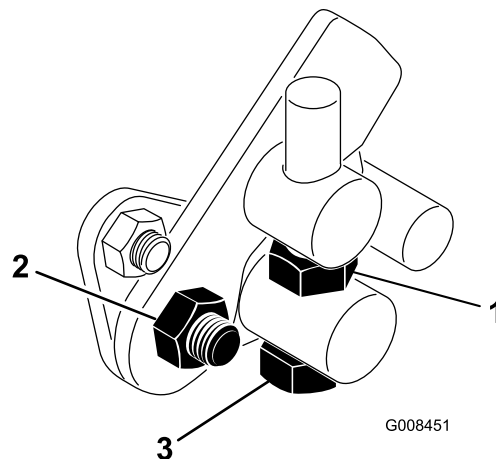

図 42
1. トラニオンボルトのジャムナットをゆるめる図 42。
4. トラニオンボルトのジャムナット、およびペダルピボットのナットを締め付けて調整を固定する図 42。調整を確認し、必要に応じて再調整する。